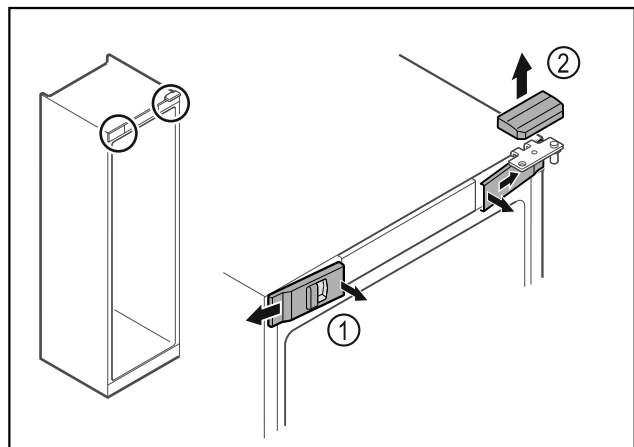

Fig. 17
- ▶ Deblocați apărătorile frontale din interior Fig. 17 (1) și detașați-le în lateral.
- ▶ Scoateți în sus Fig. 17 (2) apărătoarea.